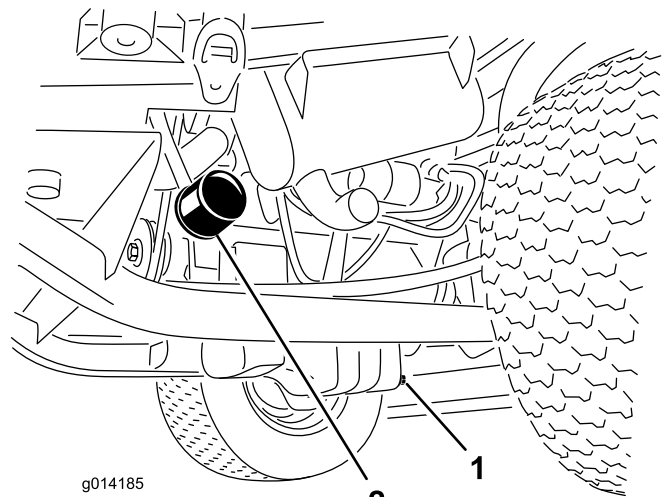

Figura 37
1. Retire el tapón de vaciado (Figura 37) y deje fluir el aceite a un recipiente apropiado.
3. Retire el filtro de aceite (Figura 37).